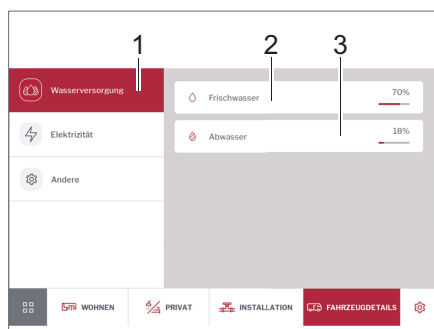

Fig. 268 Alimentation en eau
- Appuyer sur la touche *Alimentation en eau* (Fig. 268,1).
Les niveaux de remplissage du module d'eau fraîche (Fig. 268,2) et du réservoir d'eaux usées (Fig. 268,3) sont affichés en %.